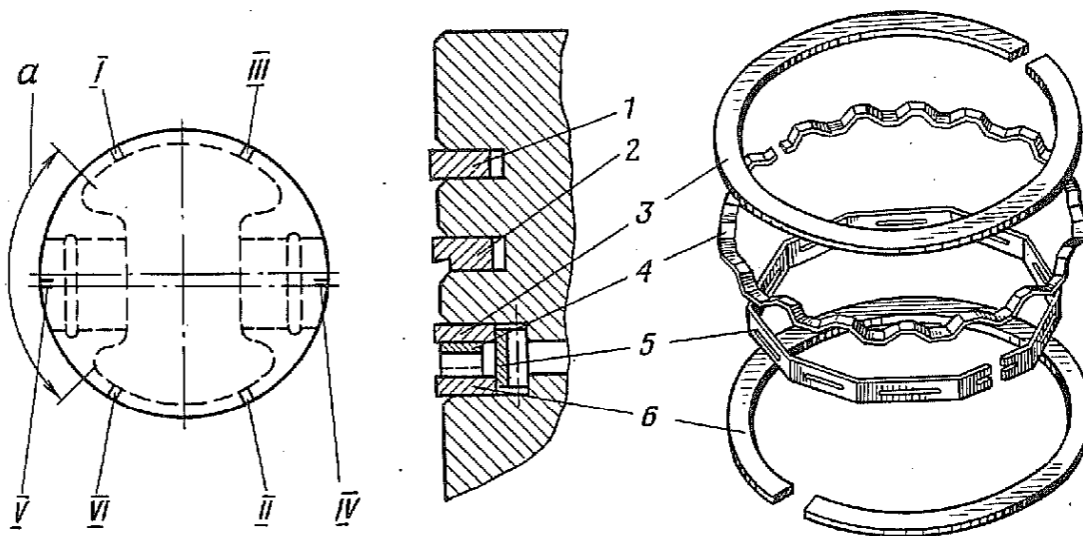

Рис. 15. Расположение поршневых колец на поршне:
2.8.5. Расставить стыки колец в поршне (рис. 15).